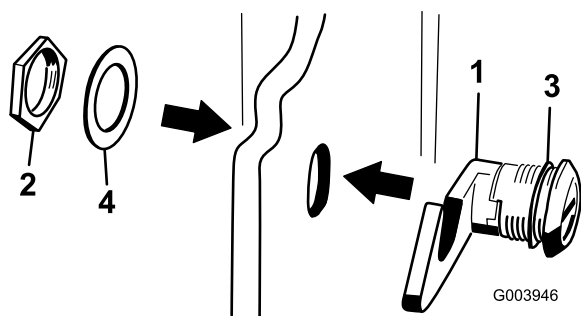

Рисунок 16
3. Отверните гайку с узла защелки капота (Рисунок 16).
4. Снаружи капота вставьте конец защелки с крючком через отверстие в капоте. Убедитесь, что резиновая уплотнительная шайба осталась на наружной стороне капота (Рисунок 16).